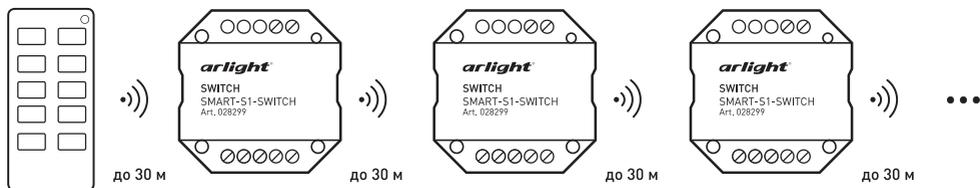

Рисунок 3. Ретрансляция сигнала от пульта ДУ.
- 3.9. Все устройства автоматически ретранслируют сигнал от пульта ДУ или панели управления (рисунок 3). Расстояние между выключателями на открытом пространстве может достигать 30 м.